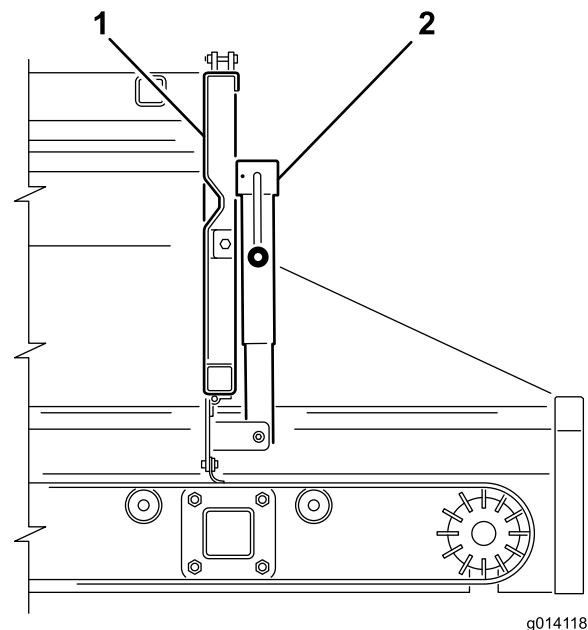
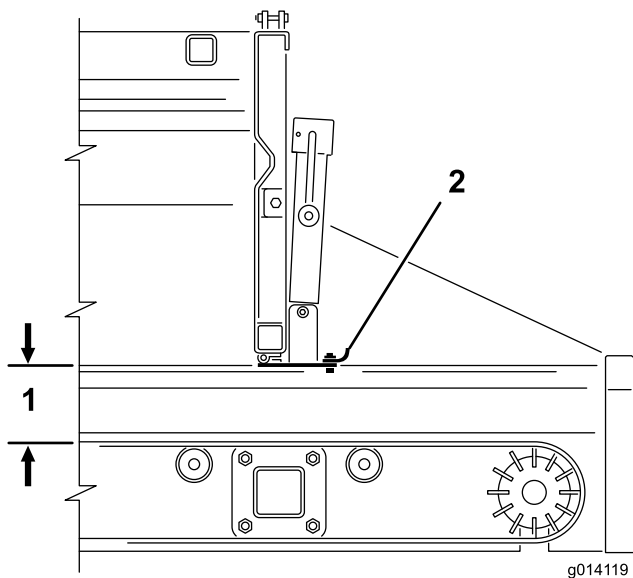

Figura 27
Figura 28
2. Utilize o manipulador do macaco para abrir ou fechar a secção ajustável da porta traseira (Figura 27 e Figura 28). Isto limita o fluxo de materiais quando utilizar um acessório.